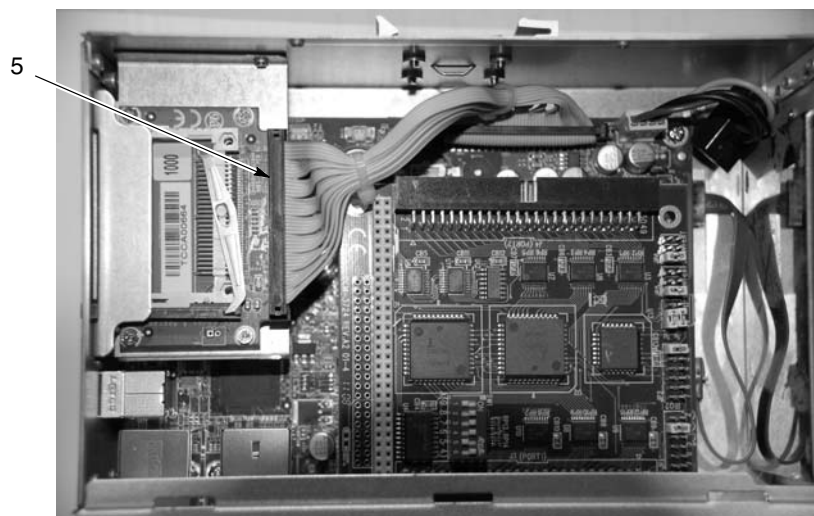

Bild 5-8 Koppla ur CompactFlash-adaptorn
4. Se bild 5-8. Koppla ur flatkabeln (5) från CompactFlash-adaptorn för att få åtkomst till batteriet.